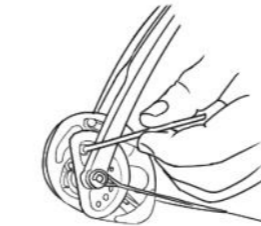

Abb. 2
2. Lösen und entfernen Sie mit einem Sechskantschlüssel die Zuglängenschraube am inneren Cammodul. Achten Sie darauf, die Mutter auf der Unterseite des Anpassungsmoduls nicht zu verlegen. (Abb. 2)